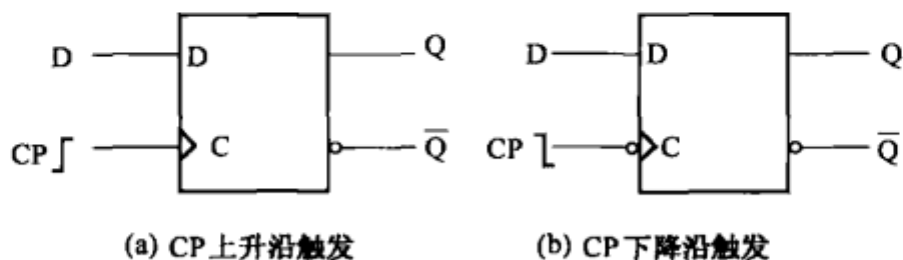

图 8-21
(1) D 型触发器又称为延迟触发器，具有数据输入端 D、时钟输入端 CP、输出端 Q 和反相输出端 \bar{Q} ，其电路符号如图 8-21 所示。D 型触发器输出状态的改变依赖于时钟脉冲 CP 的触
发,即在时钟脉冲边沿的触发下,数据由输入端 D 传输到输出端 Q。图 8-21 (a) 所示为 CP 上升沿触发的 D 型触发器,图 8-21 (b) 所示为 CP 下降沿触发的 D 型触发器,其真值表分别见表 8-5、表 8-6。